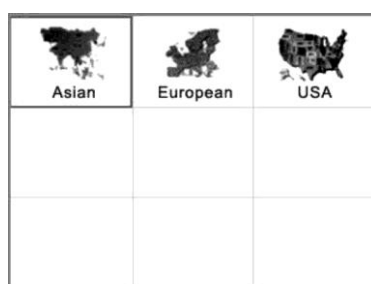

Рисунок 6-1
4. Выберите регион нахождения штаб-квартиры производителя соответствующей марки автомобиля. См. рисунок 6-1.